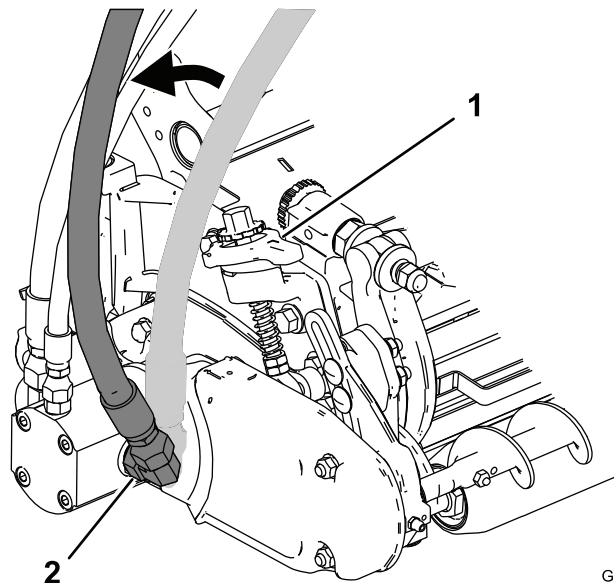

図 17
1. 後油圧ホースをリールモータに接続しているナットをゆるめる（図 17）。
2. クイックアップ・レバーに干渉しなくなるように、ホースをずらす（図 17）。